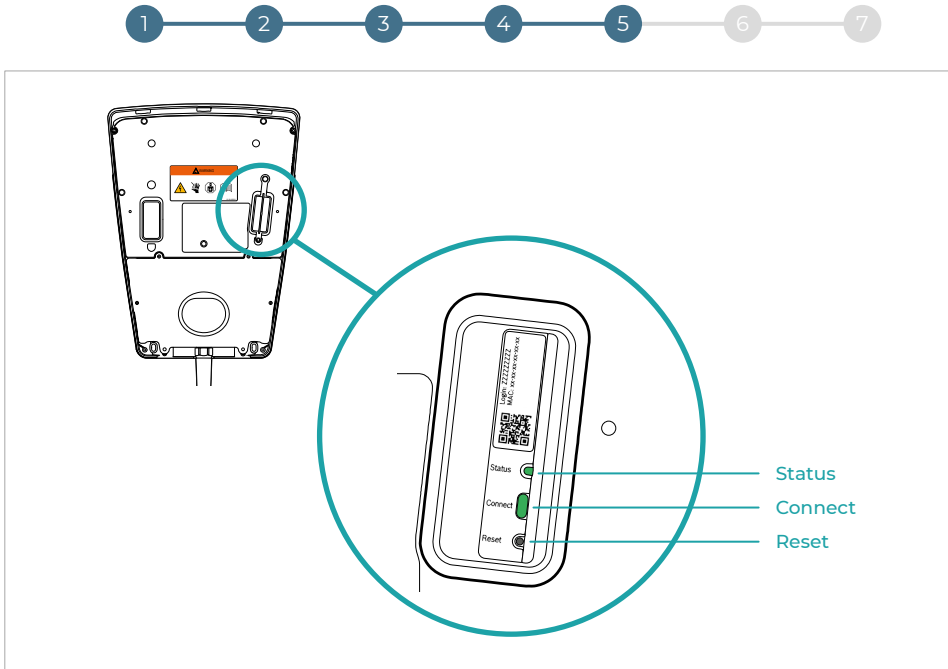

Fig. 8
2. Attendere fino a quando il sistema di carica è pronto per il funzionamento (il LED Status del sistema di carica si accende in blu, il LED Status del modulo di comunicazione (**fig. 8**) si accende in giallo e la modalità hotspot è attiva).
Il nome dell'host è composto da una denominazione definita del dispositivo ("HDM-SMART-CONNECT-") e dagli ultimi 6 caratteri dell'indirizzo MAC sul modulo di comunicazione (**fig. 8**).